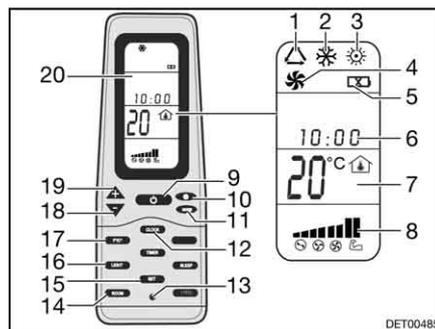

Fig. 205 Télécommande
- Appuyer sur la touche ON/OFF (Fig. 205,9).
- Appuyer sur la touche "Mode" (Fig. 205,11) autant de fois que nécessaire pour que le mode de fonctionnement souhaité (Fig. 205,1, 2, 3 ou 4) s'affiche à l'écran (Fig. 205,20).
- Régler la température désirée à l'aide des touches "+" (Fig. 205,19) et "-" (Fig. 205,18).
- Sélectionner le niveau de ventilation souhaité à l'aide de la touche de vitesse du ventilateur (Fig. 205,10).